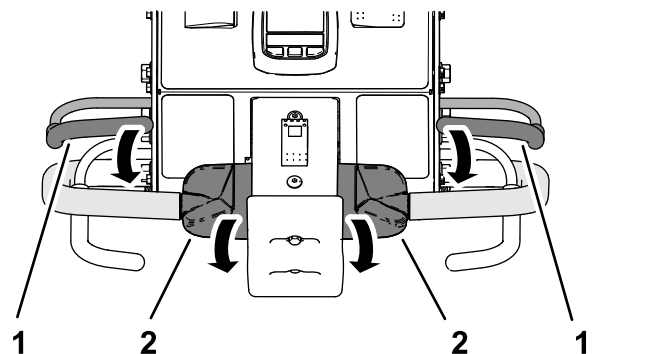

Рисунок 33
2. Удерживая любую штангу контроля присутствия оператора прижатой к рукоятке управления, поверните верхнюю часть органа управления тягой вперед (Рисунок 33).